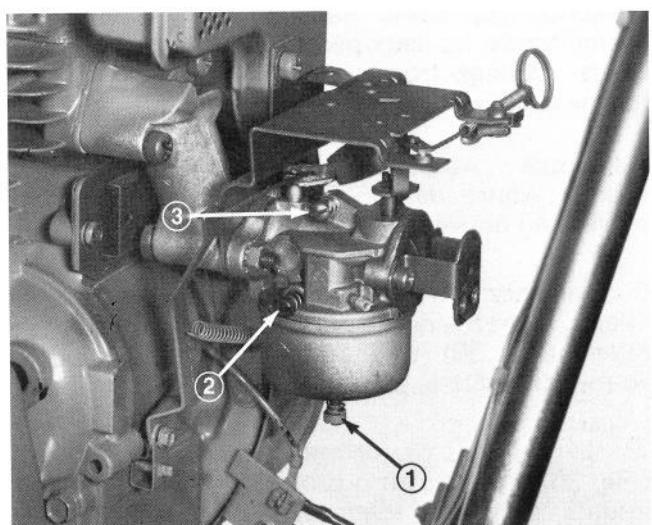

Figure 30
2. Vis de réglage de la puissance (Fig. 30) — Fermez la vis en la vissant délicatement à droite jusqu'à ce que vous sentiez une légère résistance quand le pointeau touchera son siège. Ramenez alors la vis d'un tour complet de 360°, en tournant à gauche.
3. Vis de réglage du mélange de ralenti (Fig. 30) — Fermez la vis en la tournant délicatement à droite jusqu'à ce que vous sentiez une légère résistance quand le pointeau tochera son siège. Ramenez alors la vis de 1-1/2 tour complet en tournant à gauche.
5. Serrez la vis de réglage de puissance (Fig. 30) en tournant à droite de 1/8 tour à la fois, jusqu'à ce que le moteur ait des ratés à cause de la pauvreté du mélange d'essence. Tournez alors la vis à gauche de 1/8 tour à la fois jusqu'à ce que le moteur tourne de façon irrégulière par suite de mélange d'essence trop riche. Ramenez alors la vis à mi-chemin entre les deux points de mélange trop riche et de mélange trop pauvre pour que le moteur tourne en douceur.
6. Ramenez la commande des gaz à la vitesse de ralenti. Serrez alors la vis de réglage de vitesse de ralenti (Fig. 30) jusqu'à ce que le moteur tourne au ralenti accéléré, soit environ 1750 tours/minute.
7. Serrez la vis de réglage du mélange de ralenti (Fig. 30) en tournant à droite de 1/8 tour à la fois jusqu'à ce que le moteur ait des ratés à cause de la pauvreté du mélange d'essence. Desserrez alors la vis en tournant à gauche 1/8 tour à la fois jusqu'à ce que le moteur commence à marcher de façon irrégulière à cause du mélange d'essence trop riche. Ramenez alors la vis de mélange de ralenti à mi-
8. Ramenez alors le réglage de la vitesse de ralenti (Fig. 30) jusqu'à ce que le moteur tourne au ralenti à 1750 tours/minute.